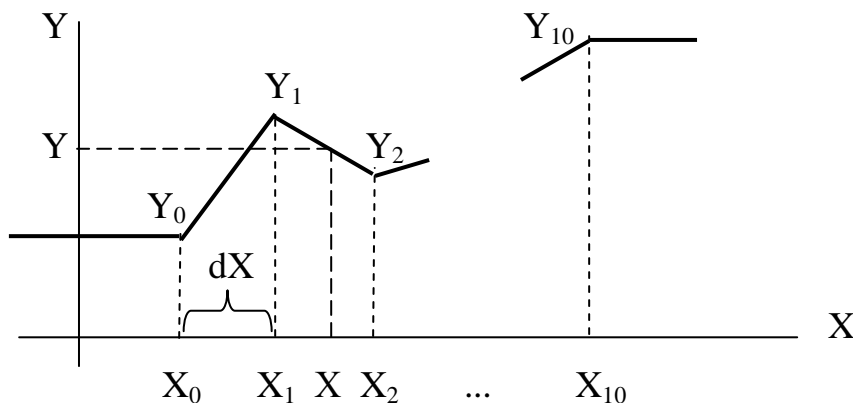

Рисунок 2.4 – кусочно-линейная аппроксимация
2.3.7.14 Задача на основе алгоритма 028E «кусочно-линейная аппроксимация» позволяет вычислить значение функции $Y=f(X)$ методом кусочно-линейной аппроксимации с постоянным шагом dX в диапазоне значений аргумента от X_0 до X_{\max} (см. рисунок 2.4). Значения X_0 , dX и используемое количество интервалов аппроксимации N (от 1 до 100) задаются при настройке. Также при настройке задаются значения функции в узловых точках Y_0, Y_1, \dots, Y_N . При $N < 100$ значения параметров Y_{N+1}, \dots, Y_{100} безразличны.